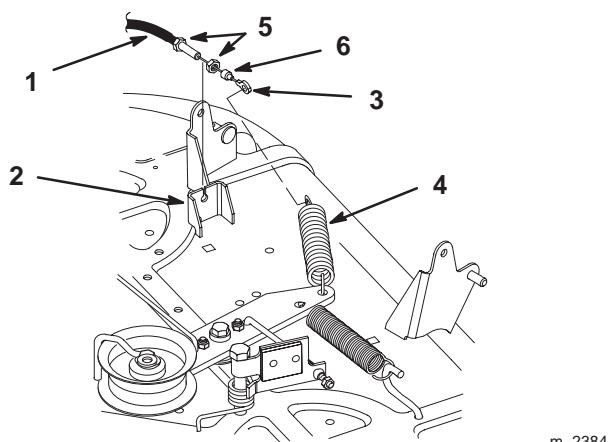

Bild 43
10. Entfernen Sie den Gummiwischer und die erste Klemmmutter. Drehen Sie die zweite Klemmmutter ganz auf den ZWA-Bowdenzug auf. Führen Sie den Bowdenzug durch den Schlitz im Schneidwerkbügel und drehen die zweite Klemmmutter auf den Bowdenzug (Bild 43) auf.
11. Haken Sie das Ende des ZWA-Bowdenzuges an der Spannrollenfeder ein (Bild 43).